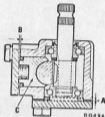

Abb. J.6
- (28) **Ritzleinanstellung (frühere Modelle)**, Deckel zunächst ohne Beflagung wieder montieren, jedoch die Befestigungsschrauben nicht übermäßig anziehen. Spalt zwischen Deckel und Gehäuse messen, Deckel abnehmen und summe Beflagung auflagen, die der gemessenen Stärke minus 0,05 mm (0,002 in.) entsprechen. Als letztes Deckel wieder aufschrauben, diesmal unter Verwendung von Dichtmasse.
- (29) **Ritzleinanstellung (Mk. II Modelle)**, Ritzteil und Lager wie aus Abb. J. 6 ersichtlich wieder montieren. Zusammen mit Abstandscheibe genügend Beflagung einsetzen, um einen Spalt von ca. 0,25 mm (0,010 in.) zwischen Zahnstangegehäuse und Deckplatte zu erzeugen. Deckplatte aufsetzen und leicht festziehen. Spalt (4) mittels Fühlerlehre messen und sodann Beflagungsstärke um den gemessenen Betrag abzüglich 0,05 bis 0,13 mm (0,002 bis 0,005 in.) verringern, damit die erforderliche Vorbelastung vorhanden ist.
- (30) Bezieht sich auf Position (22). Kugelgehäuse-Schließring soweit wie möglich auf Zahnstange aufschrauben und Sicherungsscheibe wieder montieren. Bei nicht mit Sicherungsscheibe ausgerüsteten Modellen ist ein neuer Schließring zu montieren. Sitzfeder, Sitz-, Verbindungsstange und Kugelgehäuse wieder montieren und festziehen bis die Verbindungsstange gerade geklemmt liegt. Gehäuse jetzt um eine achte Umdrehung lockern, worauf der Sicherungsring auf den empfohlenen Anziehmomentwert festziehen ist. Sicherungsloch in einen der Schlitze im Gehäuse und Sicherungsring einschlagen. Falls kein Sicherungsscheibe montiert wurde, sind die Lippen des Schließrings in die Schlitze des Kugelgehäuses und der Zahnstange einzuschlagen.
- (31) **Dämpferanstellung (1. Typ)**, Dämpferbock mit Scheibfedern, jedoch ohne Beflagung wieder montieren.